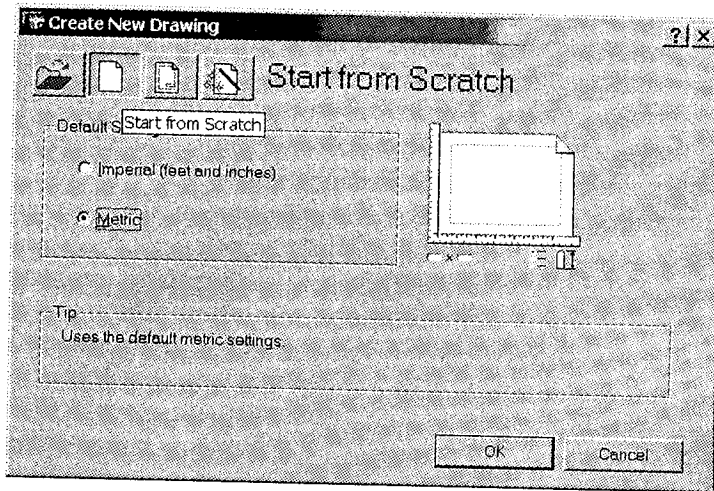
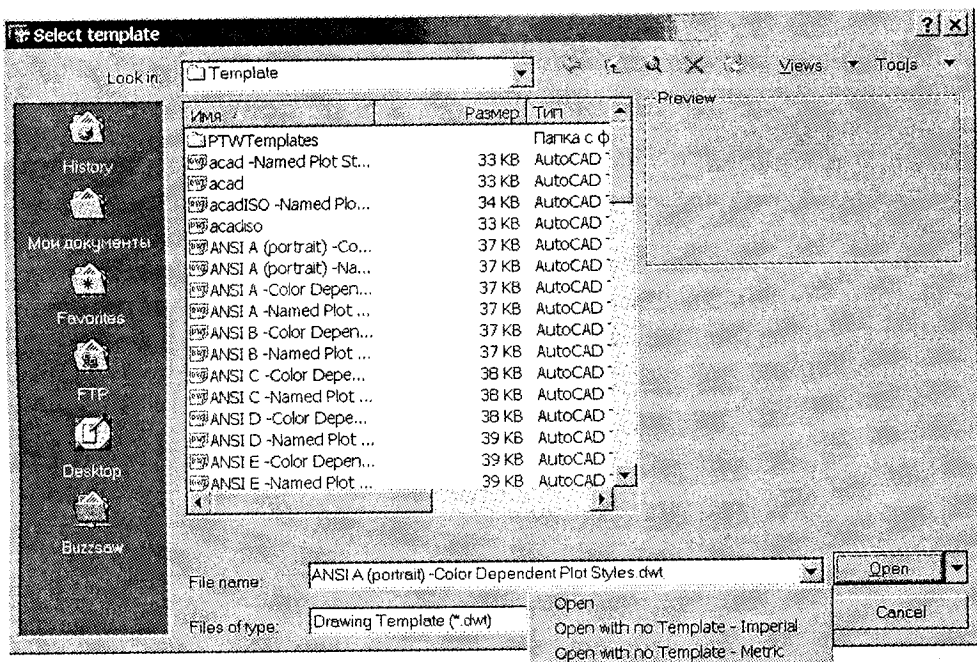

Рис. 1.9
Рис. 1.10
Команда NEW викликає діалогове вікно **Create New Drawing** (Створити нове креслення) (рис. 1.9) або вікно **Select Template** (Вибрати шаблон) (див. рис. 1.10), залежно від установок на вкладці **System** діалогового вікна **Options**.
Якщо початкові установки є такими, що відкривається діалогове вікно **Select Template** (див. рис. 1.10), то креслення можна розпочати на основі шаблону, вибравши зі списку його ім'я та натиснувши кнопку **Open** у правій нижній частині вікна. У разі потреби розпочати креслення з установками за умовчанням слід за допомогою стрілки, що знаходиться поряд з кнопкою **Open**, відкрити список і вибрати в ньому пункт **Open with no Template — Imperial** (Відкрити без шаблону — Британські) або пункт **Open with no Template — Metric** (Відкрити без шаблону — Метричні), залежно від потрібних одиниць вимірювання.
Поведінка команди QNEW (аналогічно до команди NEW) визначається установками на вкладці **System** діалогового вікна **Options**. Якщо у списку **Startup** вибрано пункт **Show Startup dialog box**, то команда виводить діалогове вікно **Create New Drawing** (див. рис. 1.9). У разі, коли вибрано пункт **Do not show a startup dialog**, можливими є два варіанти:
1. Виводиться діалогове вікно **Select Template** (див. рис. 1.10).